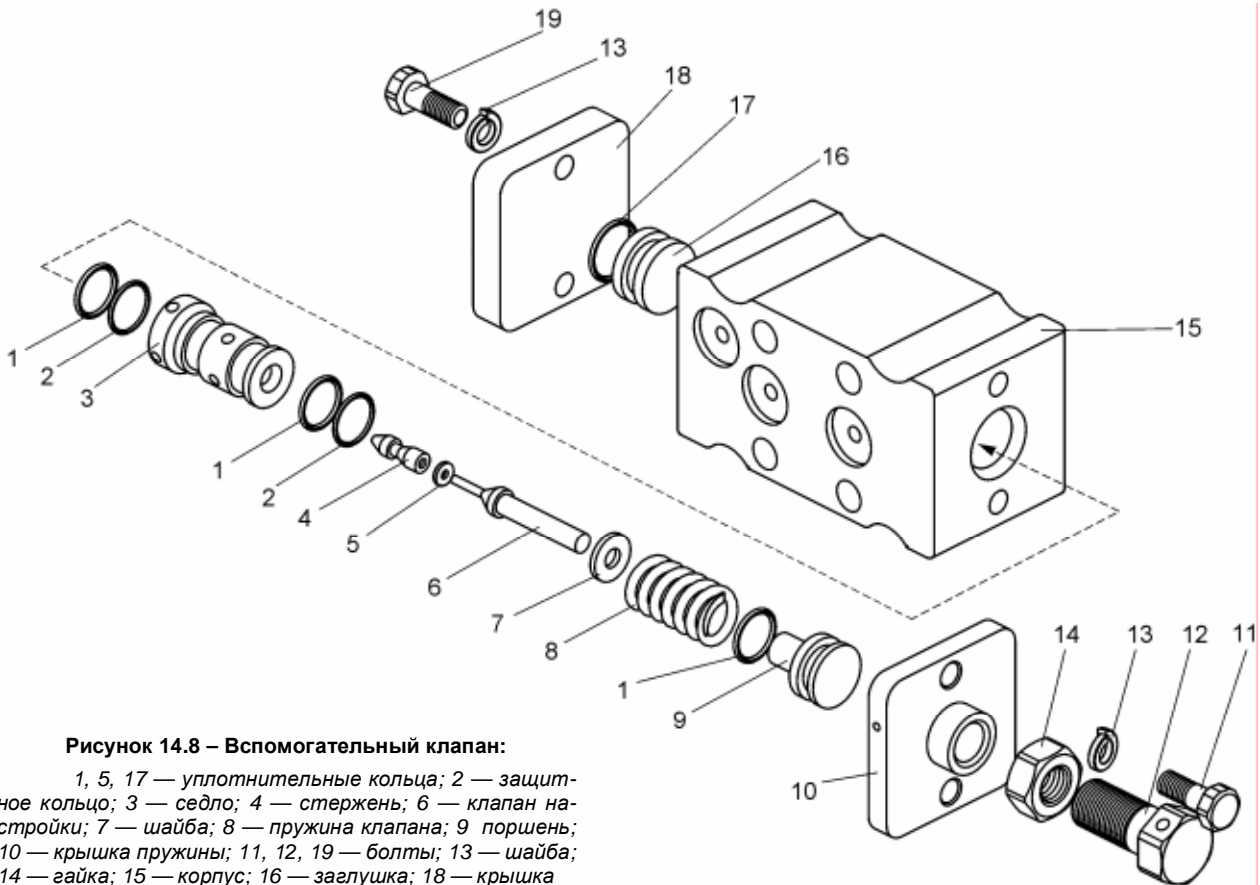

Рисунок 14.8 – Вспомогательный клапан:
- отвернуть болты 11 (рисунок 14.8) и снять крышку пружины 10;